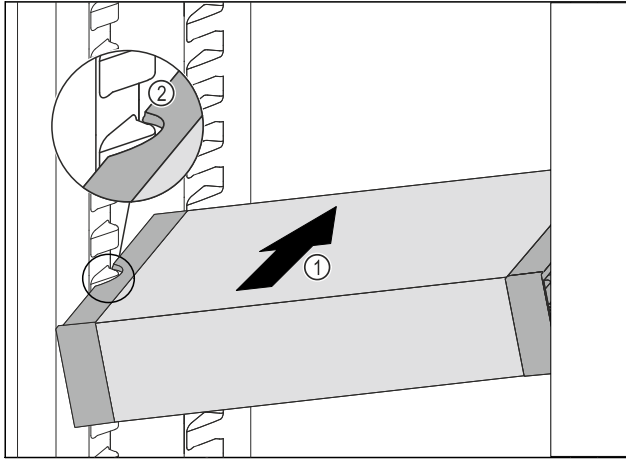

Fig. 101
- ▶ Introduzca el VarioSafe en posición oblicua en el compartimiento del frigorífico Fig. 101 (1) hasta que los huecos laterales Fig. 101 (2) del VarioSafe se encuentren a la altura de la nervadura del recipiente en el compartimento frigorífico.